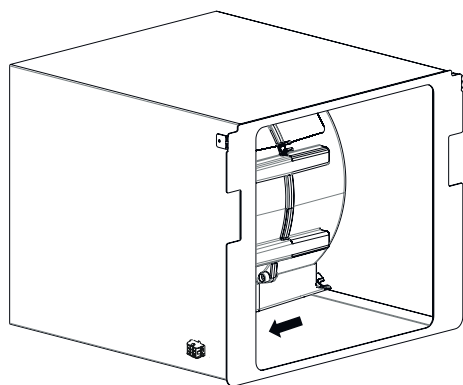

Fig. 14
**5.** ► För nu in den 6-poliga multikabeln i motorkabinettets hål tills den klickar fast (Fig. 14).